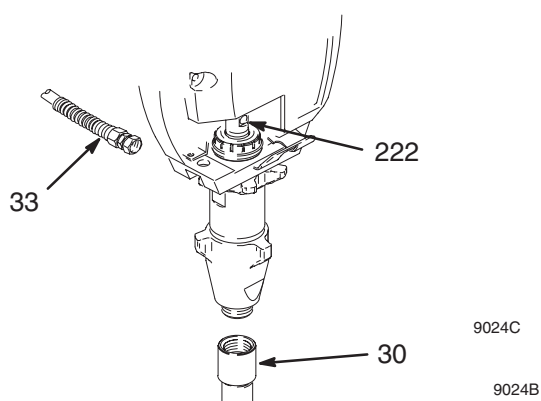

Fig. 17
2. Fig. 17. Amener la tige de piston (222) de la pompe en fin de course inférieure.
4. Fig. 17. Dévisser le tube d'aspiration (30) et le flexible (33) de la pompe.